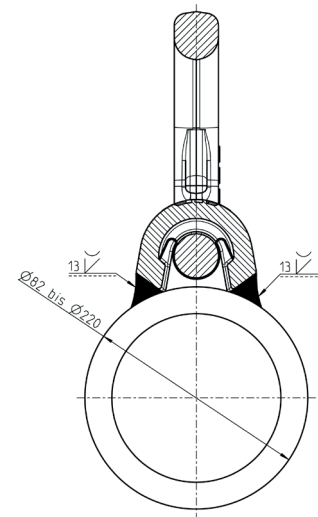

Abb. 1: HV-Naht - konkav
- Der VLBS-P darf nur in Achsrichtung der gekrümmten Fläche (z.B. Rohrachse - siehe Abb. 1) angeschweißt werden. Die Schwenkachse des VLBS-P Bügels liegt dadurch immer parallel zu der Achse der gekrümmten Fläche.
Entnehmen Sie dazu sowohl Nahtart als auch Nahtgröße aus Abb. 1 sowie Tabelle 2 und Tabelle 4.